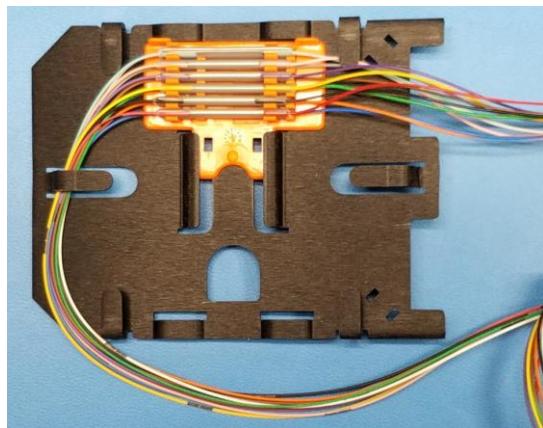
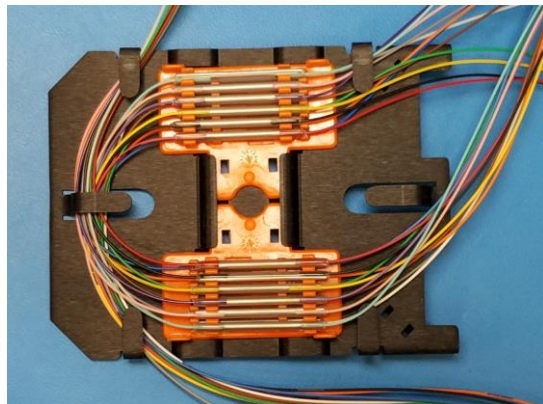

Figura 10
Figura 11
- 4.5 Instale el sujetador de empalmes para las fibras 13-24 primero tal como se muestra en la **Figura 10**. Enrute las fibras por debajo de los organizadores de retención cerca de los puntos de salida de la fibra del sujetador de empalmes. Instale el sujetador para las fibras 1-12 tal como se muestra en la **Figura 11**.